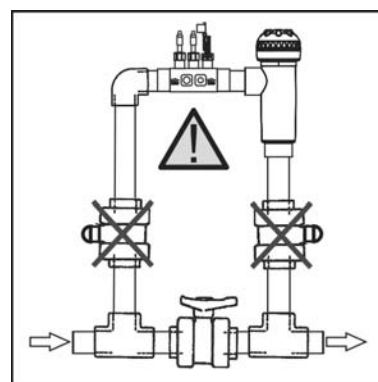

Fig. 4
1. Colar o porta-sensores fornecido a um lanço da tubagem situado na entrada da célula de electrólise. O porta-sensores deve ser colocado sempre na posição horizontal no solo (ver Fig. 4), de modo que as entradas rosqueadas (1/2" - 3/8") continuem acessíveis para a instalação posterior do injektor da bomba de dosagem e o eléctrodo de terra (facultativo)